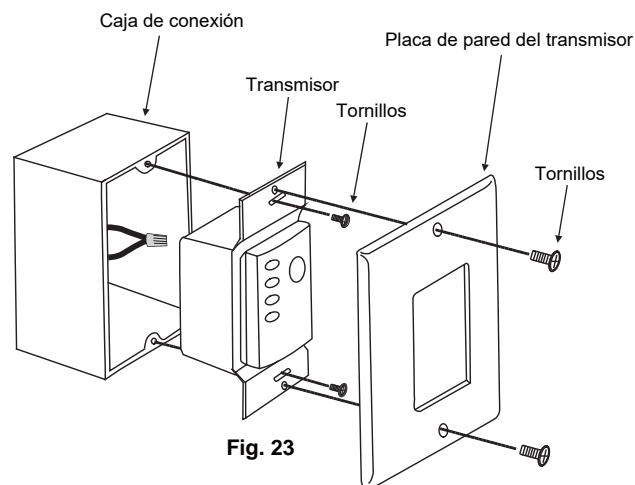

Fig. 23
**Paso 2.** Utilice los tornillos suministrados para instalar el transmisor en la caja de conexión en la pared (**Fig. 23**).